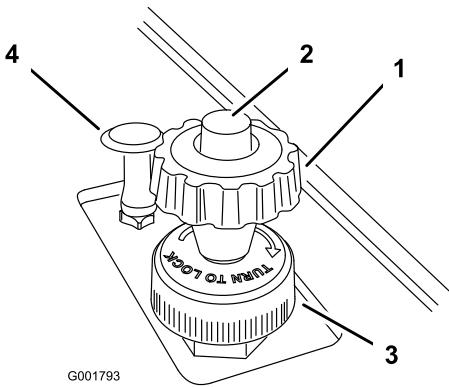

図 23
- ボタンを押しながら、ノブを引き上げ、リミッタがアクセル・ペダルに当たったのが足に感じられたら、ボタンから指を離す(図 23)。
4. 希望する速度にセットされたら、速度リミッタの根元にあるロック・ダイヤルを右に回して設定を固定する(図 23)。ロックを解除する場合には、このダイヤルをゆるめる。